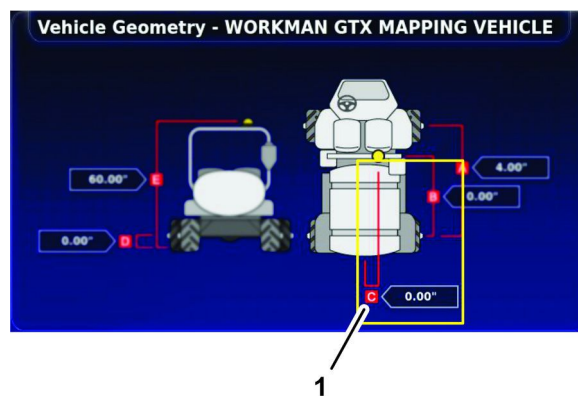

Figure 182
1. Mesure entre axe de la machine et centre du récepteur satellite (C)
3. Mesurez la distance entre l'axe de la machine et le centre du récepteur satellite (Figure 182), et notez le résultat obtenu sur la fiche de géométrie.